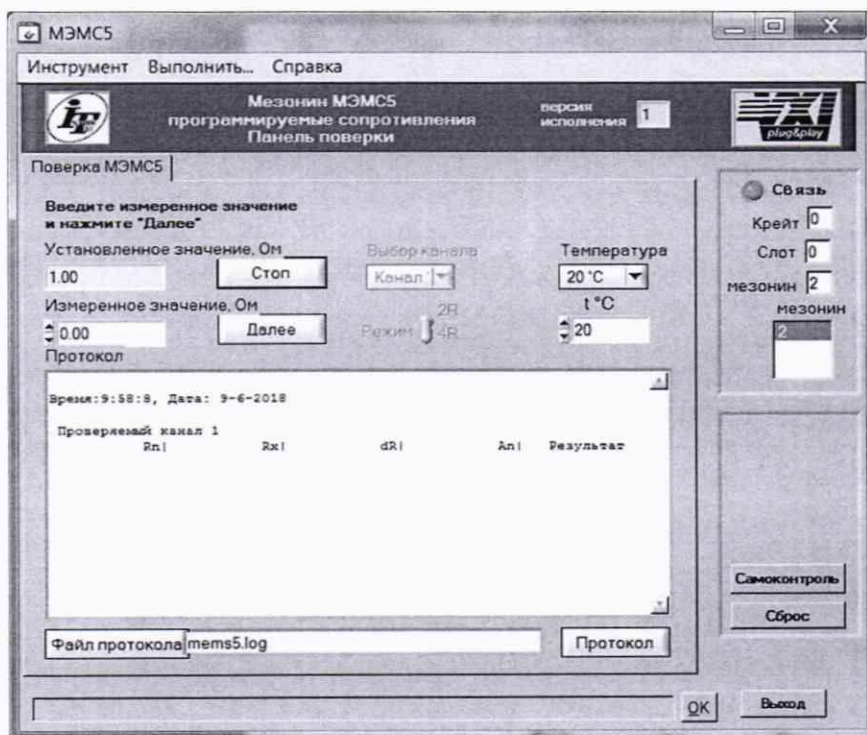

Рисунок 5.3
- 13) в окно «Измеренное значение, Ом» (см. рисунок 5.3) ввести с точностью не менее пяти значащих цифр измеренное с помощью мультиметра PV1 значение сопротивления, установленного на выходе проверяемого канала мезонина. Нажать кнопку «Далее»;